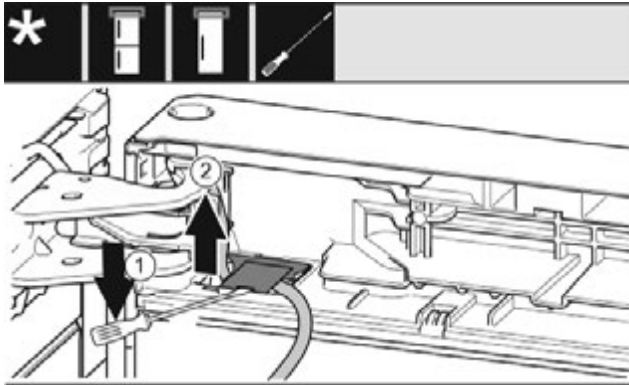

Fig. 17
- ▶ З допомогою шліцевої викрутки підняти і витягнути кришку. Fig. 17 (1)
- ▶ Витягніть кабель. Fig. 17 (2)